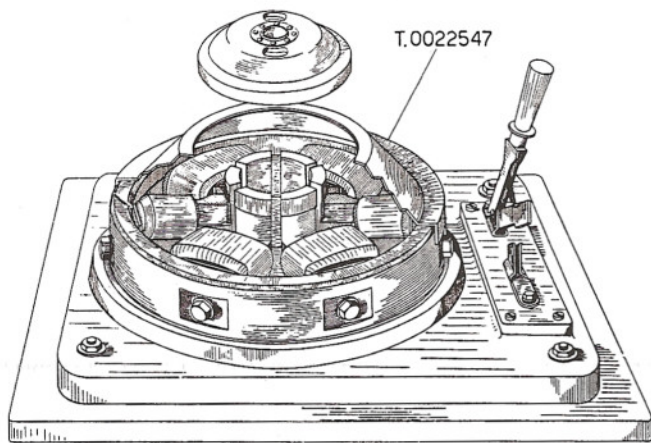

Fig. 8/D - Magnetizzatore
2. - Montare il rotore sul magnetizzatore dis. T.0022547 (ved. fig. 8/D) in modo che la traccia sulla camma, per la chiavetta, sia rivolta verso il polo **Sud** (individuabile con una qualunque bussola posta all'interno del rotore) e che le espansioni polari dell'apparecchio combinino con le superfici di quelle del volano.